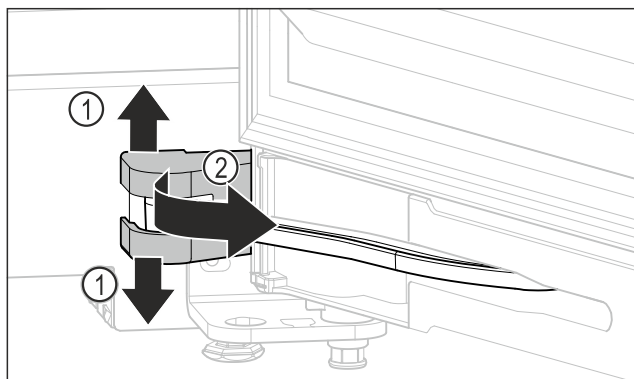

Fig. 23 *
- Lagerbockabdeckung nach Abbildung abziehen Fig. 23 (1).*
- Lagerbockabdeckung nach Abbildung zur Seite drehen Fig. 23 (2).*